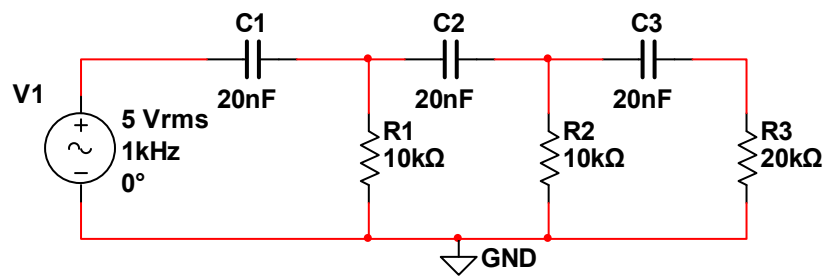

Рис. 6.2.1
- 1.1. Собрать схему фазосдвигающей цепи (рис. 6.2.1) и установить значения элементов, соответствующие номеру варианта (табл. 6.2.1).